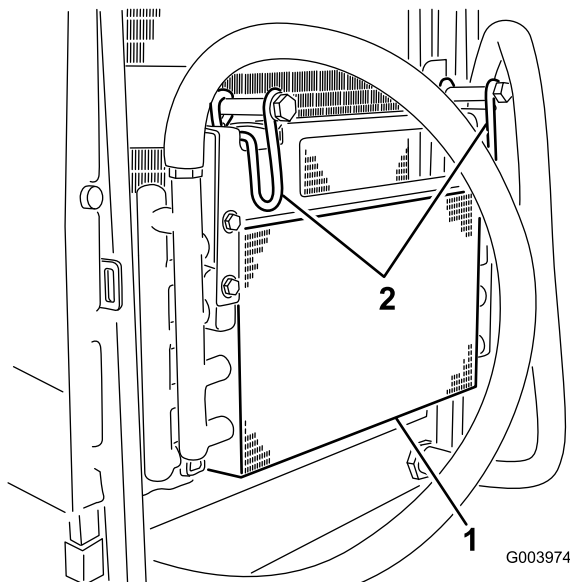

Figura 80
5. Girate i fermi verso l'interno per rilasciare il radiatore dell'olio (Figura 80).